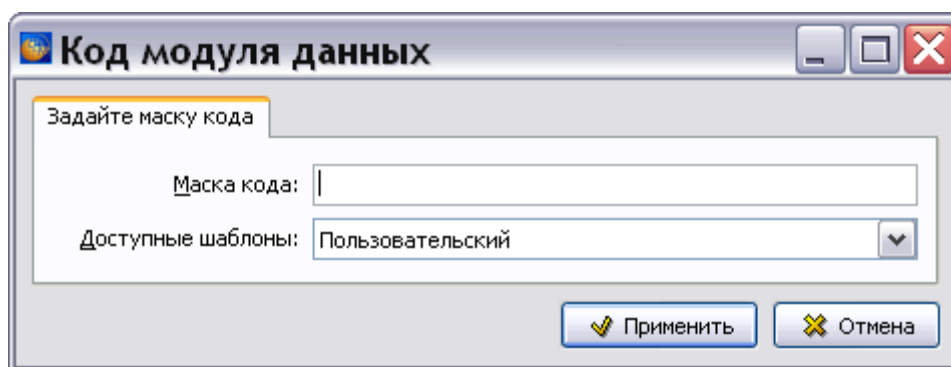

Рис. 21.195
4. В окне **Анализ** нажмите на кнопку **Применить**. После этого появится окно **Код модуля данных** (Рис. 21.195).